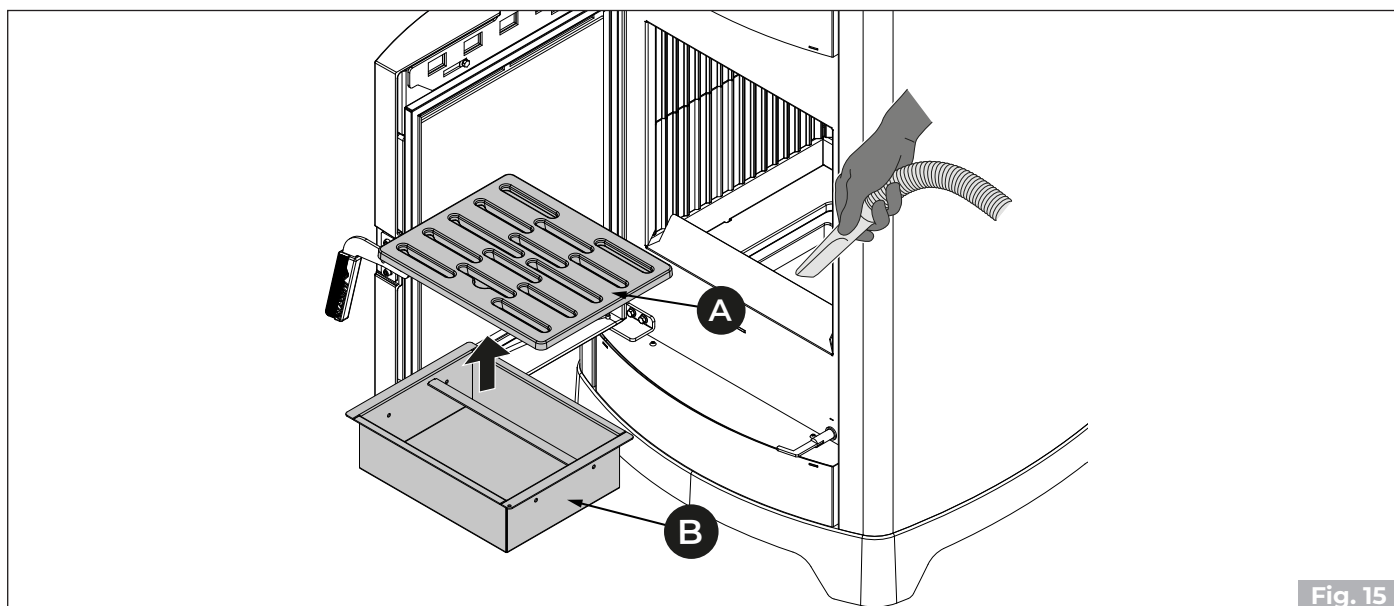

Fig. 15
- 1) Limpiar cuidadosamente la rejilla (**A**) (**Fig. 15**). Retirla y efectuar la limpieza del fogón utilizando una escobilla (no en dotación) llevar los residuos de la combustión al cajón de cenizas.
- 2) Extraer el cajón de cenizas (B) de la base y aspirar la ceniza eventual depositada en los compartimientos subyacentes (Fig. 15)